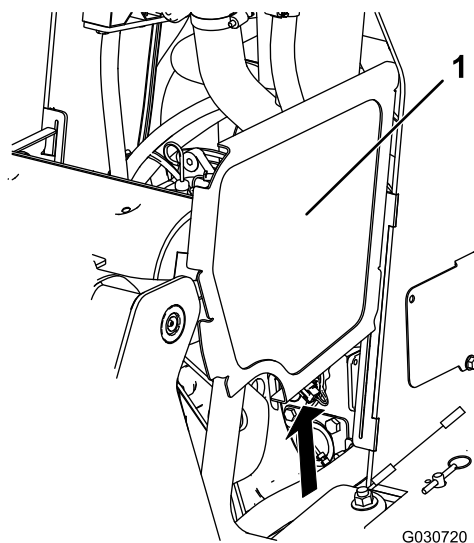

**Figura 34**
1. Togliete il dispositivo di fissaggio (Figura 34).
2. Sollevate il portello di accesso posteriore per accedere ai componenti interni (Figura 34).